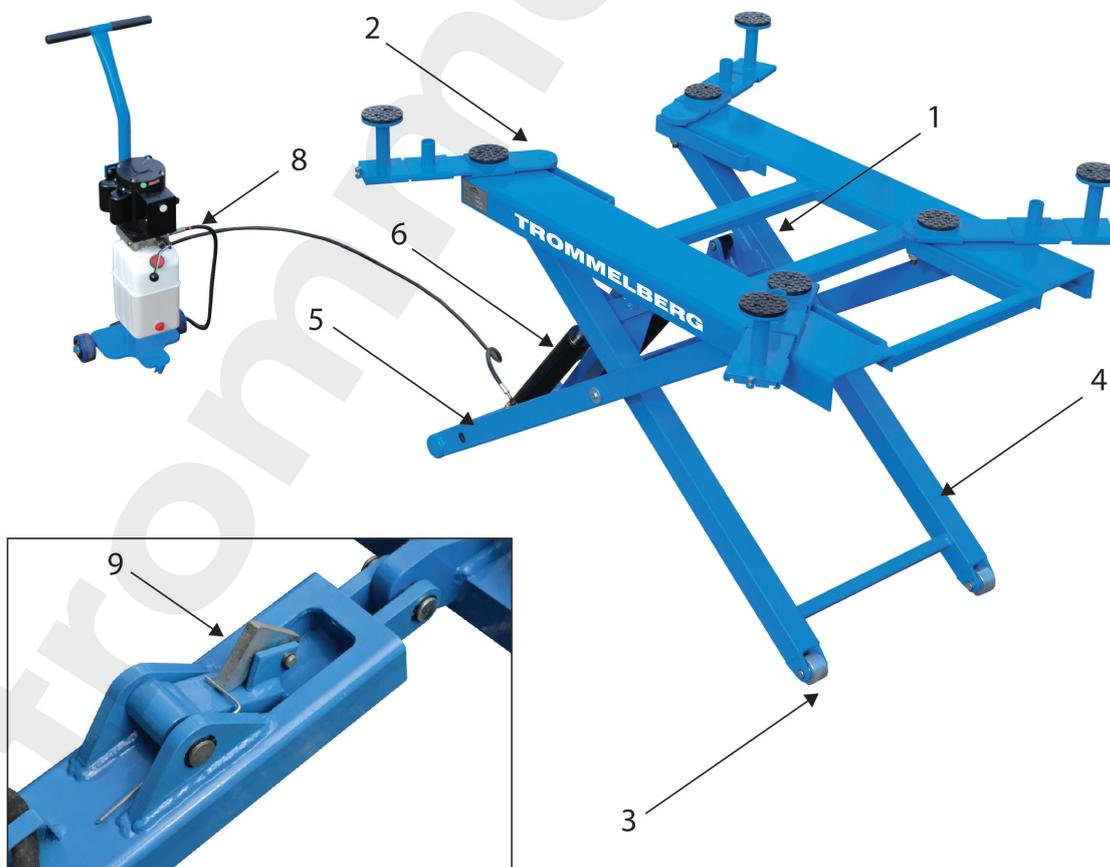

Рис. 1
Как показано на рис. 1, подъёмник состоит из рамы (1) и 4-х подъемных лап (2) и передвигается на шасси (3). Подъемный механизм состоит из 2 пар ножниц: внутренних (4) и наружных (5), и двух цилиндров (6).